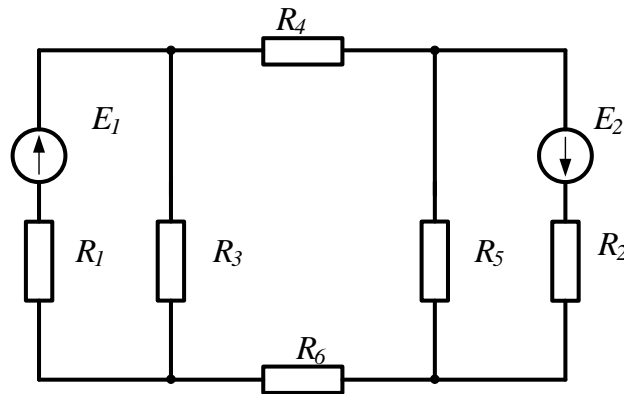

Рисунок 28
**Задача 21.** В цепи (рис.28) ЭДС источников питания равны  $E_1=120\text{В}$ ,  $E_2=114\text{В}$ , а сопротивления ветвей –  $R_1=0,1\text{Ом}$   $R_2=0,1\text{Ом}$   $R_3=1,5\text{Ом}$   $R_4=0,5\text{Ом}$   $R_5=2,0\text{Ом}$   $R_6=1,0\text{Ом}$ .